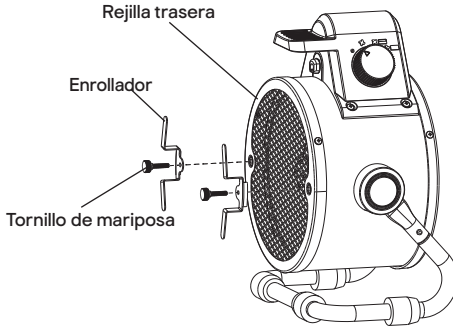

Figura 4
2. Coloque la máquina sobre una mesa relativamente plana, inserte las tiras de las piezas metálicas del enrollable en las muescas verticales y superponga cada orificio con los de la rejilla trasera. A continuación, apriete las piezas con el tornillo de mariposa, tal y como se muestra en la Figura 4.